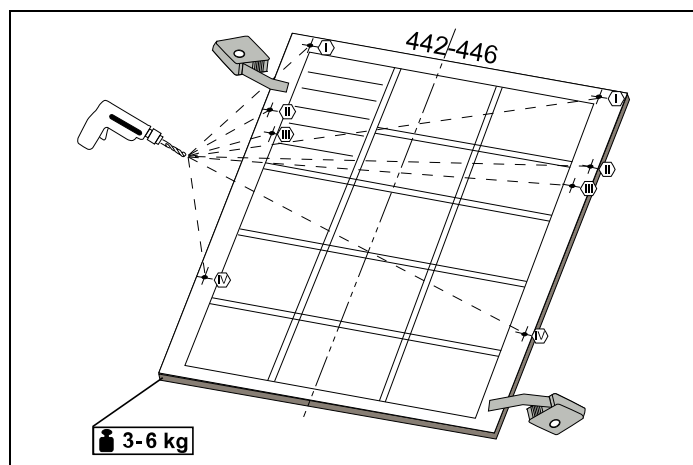

Fig. 19
Comme illustré dans la Fig. 19 , vous devez mesurer la hauteur et la profondeur de l'armoire pour déterminer les dimensions de la porte extérieure.
- 2) Comme illustré dans la Fig. 19 , le trou de vis est ouvert sur la porte extérieure à partir des points indiqués sur le gabarit de montage. Diamètre du foret : 2 mm (5/64") Profondeur du foret : 12 mm (15/32")